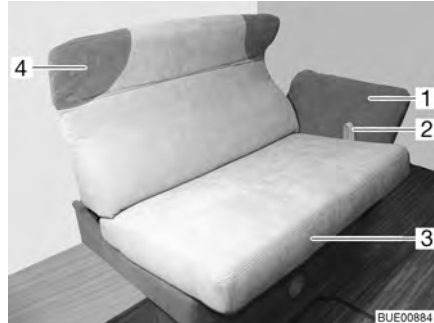

Fig. 84 Réglage de la banquette longitudinale
- Tirer la boucle (Fig. 84,2) vers le haut et le siège (Fig. 84,3) avec précaution vers le milieu sur les rails jusqu'en butée.
- Saisir l'appui-tête rembourré (Fig. 84,4) des deux mains et le placer avec précaution dans la position désirée vers le haut ou le bas.
- Saisir l'accoudoir (Fig. 84,1) des deux mains et le placer avec précaution dans la position désirée vers le bas ou le haut.